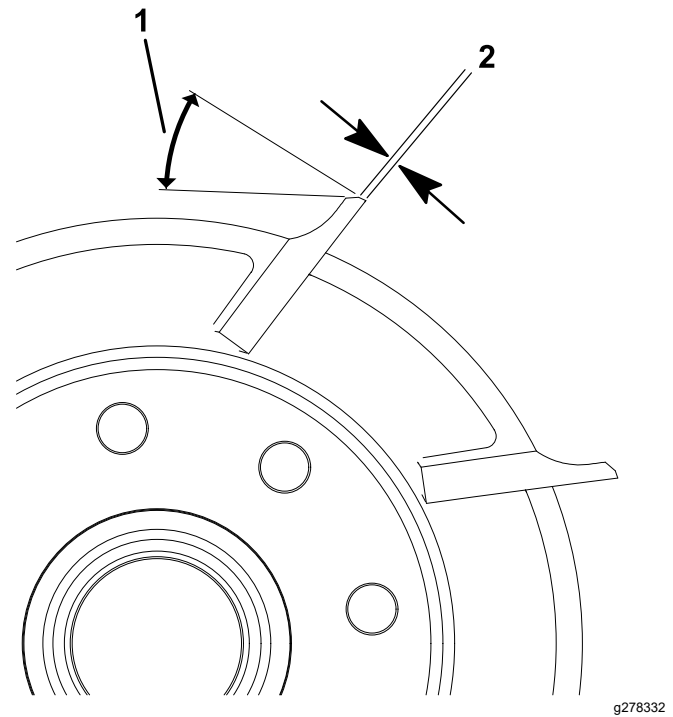

Bild 27
1. Tragen Sie einen Nachschliff von 30° auf alle Messerspindeln auf, bis die Kante 0,8 mm breit ist (Bild 27).